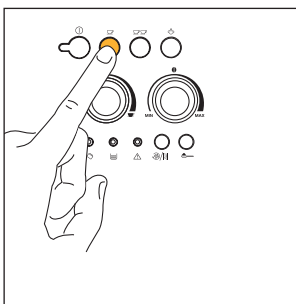
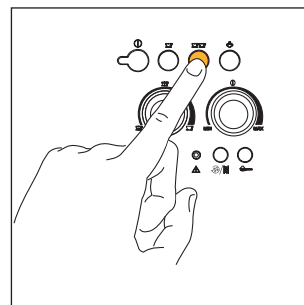

Fig. 12
Fig. 13
- 5) Tryk på tast ☺ (fig. 12), hvis du har valgt at brygge en kop kaffe eller på tast ☺☺ (fig. 13), hvis du har valgt at brygge to kopper kaffe. Nu begynder maskinen at male kaffebønnerne, den udfører en kortvarig forinfusion og derefter fuldfører den udstrømningen i koppen. Når den indstillede mængde er brygget, afbryder maskinen automatisk kaffeudstrømningen og smider grumset i kaffegrumsbeholder.
- 7) Tryk på tast ① for at slukke maskinen. (Inden den slukkes, udfører apparatet automatisk en skylning: der løber lidt varmt vand ud af hanerne, som samles i den nedenstående dråbeopsamlingsbakke – Pas på ikke at skolde sig). Hvis maskinen ikke slukkes ved at trykke på tast ①, slukkes den og udfører en hurtig skylning automatisk, under alle omstændigheder 3 timer efter den sidste betjening.
BEMÆRK 4: Mens maskinen er i gang med at brygge kaffen, er det muligt at stoppe udløbet når som helst, ved at trykke på den forud valgte tast ☉ (fig. 12) eller ☉☉ (fig. 13).
BEMÆRK 5: Så straks udløbet er færdigt, kan kaffemængden i koppen forøges ved at holde den forud valgte tast ☉ (fig. 12) eller ☉☉ (fig. 13) trykket ned, indtil man når den ønskede mængde kaffe denne operation skal foretages indenfor 3 sekunder efter at kaffeudløbet er færdigt).
BEMÆRK 1: hvis man lige efter at have lavet cappuccino og deaktiveret dampfunktionen ved at trykke på tasten til damp ☼, trykker på tast ☼ (fig. 12) eller ☼☼ (fig. 13) for at brygge mere kaffe, er maskinens temperatur for høj til kaffebrygning (de grønne kontrollamper ☼ og ☼☼ blinker for at vise at temperaturen ikke er passende): det er derfor nødvendigt at vente ti minutter mens maskinen køler lidt af.